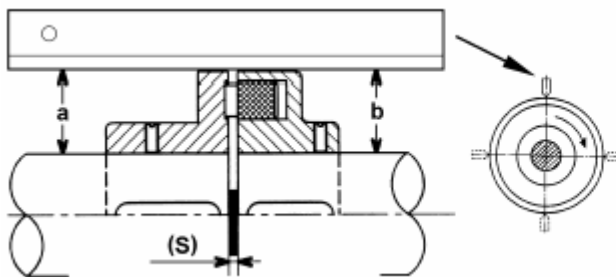
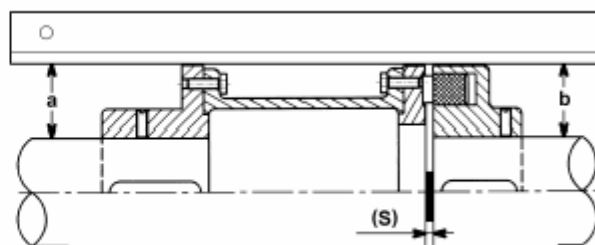

Рис. 5
Рис. 6
- Агрегат правильно выверен, если линейка, положенная по оси над обеими полумуфтами во всех положениях находится на одном и том же расстоянии от вала. При этом необходимо обращать внимание, чтобы точка измерения вращалась вместе с валом. Расстояние между полумуфтами также в любом положении должно быть одинаковым (на заводе выставляется зазор  $S=3-5$  мм). Проверять величину зазора надо с помощью щупа или шаблона (рис. 5, рис.6 с демонтажной муфтой).